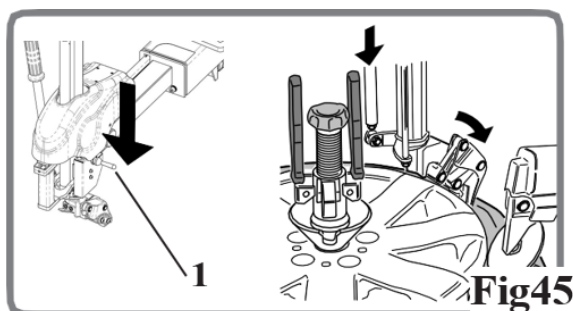

Fig45
- Brug kontrol (1, Fig45) til at vippe afmonteringsværktøjet.